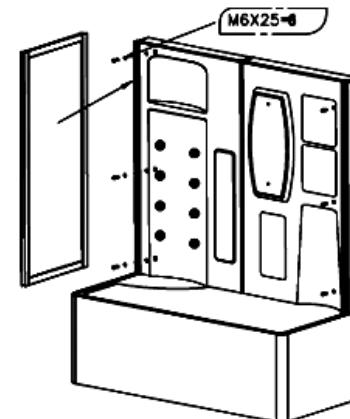

Рис.1
- Снимите защитную пленку со всех акриловых комплектующих (ванна, панели, купол, задняя акриловая стенка). С помощью саморезов скрутите между собой половины задней стенки (5) и установите собранную заднюю стенку на ванну (6). Закрепите заднюю стенку на ванне с помощью болтов. Стыки и соединения загерметизировать неусыпным герметиком (показан к применению любой силиконовый герметик отвечающий свойствам pH-нейтральности, бесцветности, противоплесенности). Выровняйте ванну по уровню относительно пола.
- Прикрутите пристенные профили (1) к боковой стенке (5). Соединения обработайте герметиком. (см. рис.1)